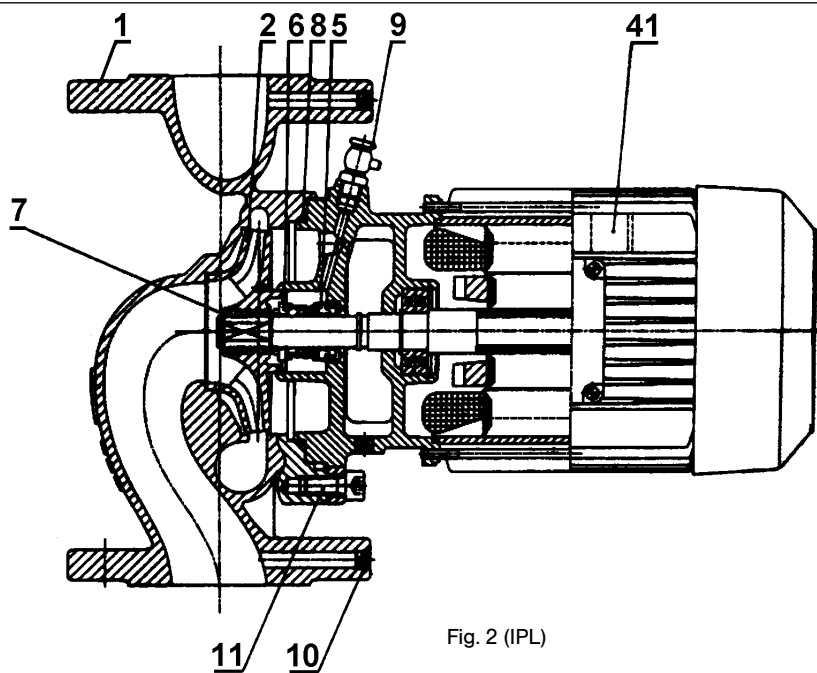

Fig. 2 (IPL)
- silnik z nierozdzielny wałem do pompy (rys. 2).